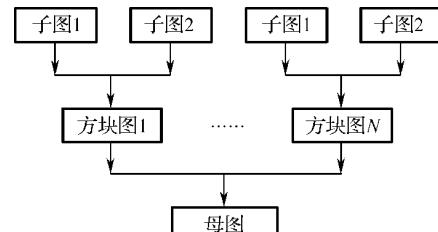

图 5-74 自下而上
- (2) 自下而上：先设计好子图，再用子图来产生方块图连接成母图，如图 5-74 所示。